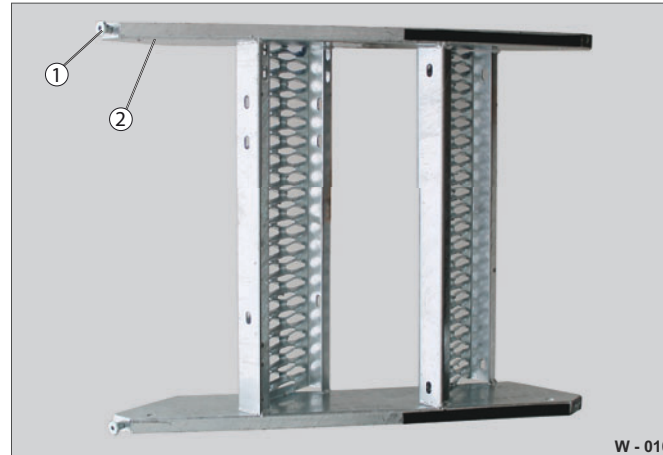

Abb. 5 Treppe kontrollieren
- ▶ Prüfen Sie die Bolzen (Abb. 5/1) auf Abrieb / Deformation.
- ▶ Prüfen Sie die Treppe (Abb. 5/2) auf Deformation - Schweißnähte prüfen.